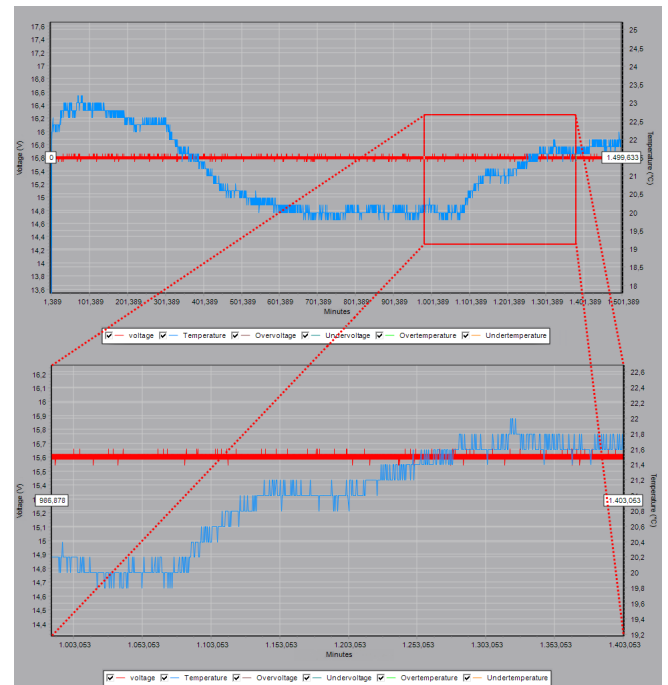

Figure 19: exemple de zoom avant
Étape 7b. Outre le "Panneau de navigation dans le graphique", il est aussi possible de naviguer dans le graphique avec la souris. Si vous glissez du haut à gauche vers le bas à droite de la zone à inspecter - en appuyant le bouton gauche de la souris - vous effectuerez un zoom avant sur la zone sélectionnée. Vous pouvez effectuer un zoom arrière en glissant du bas à droite vers le haut à gauche de la zone sélectionnée - en appuyant le bouton gauche de la souris - ou en cliquant sur le bouton "Zoom arrière". La figure 19 montre un exemple de zoom avant.